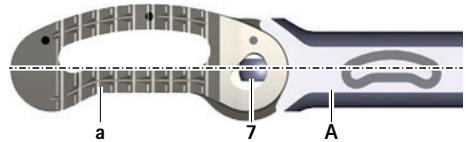

Abb. 8 Implantat auf 0°-Position
- Probeimplantat D auf 0°-Position am Einsetzinstrument A halten, siehe Abb. 8.
- ▶ Implantat auf 0°-Position halten, siehe Abb. 8.